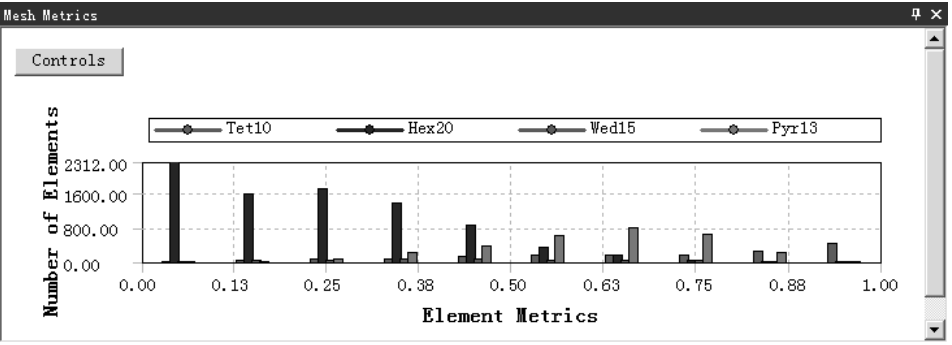

图 5.4.22 检查结果统计图表（七）
- ◆ 偏度 (Skewness)。它是网格质量检查的主要方法之一，选择此选项后，在信息栏中打开图 5.4.22 所示的检查结果统计图表（七）。